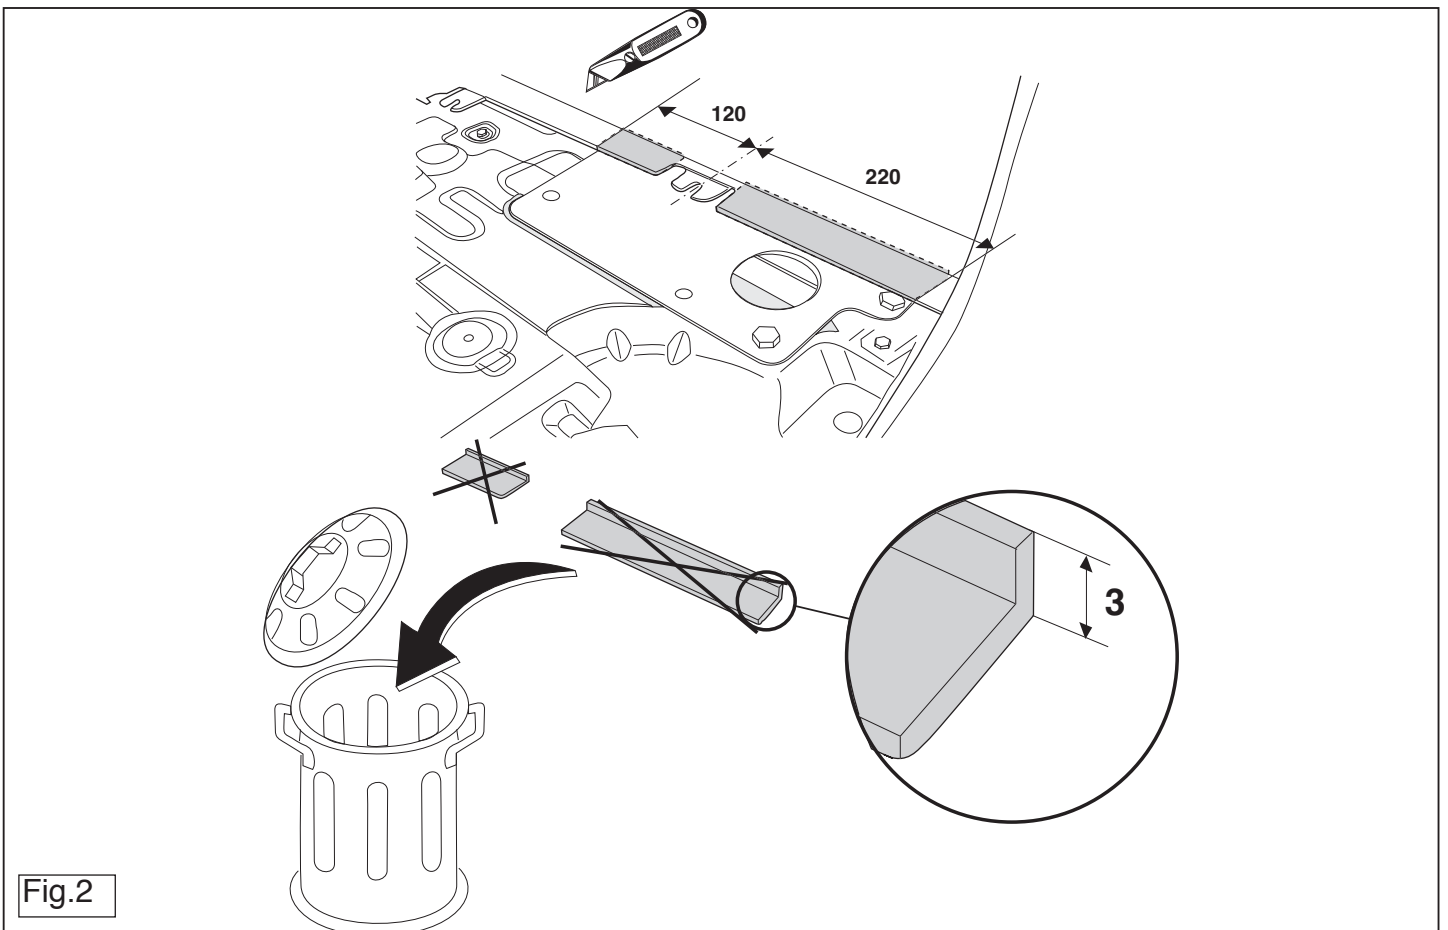

Fig.2
9. Saw a portion out of the side panel as shown in figure 2.
9. Gemäß Abb. 2 einen Teil aus die Seitenwand heraussägen.